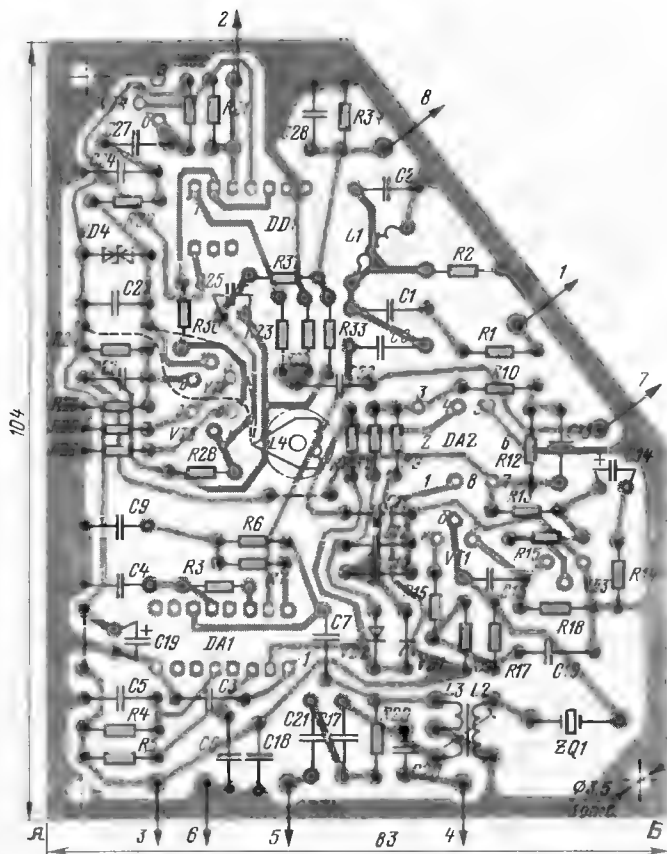
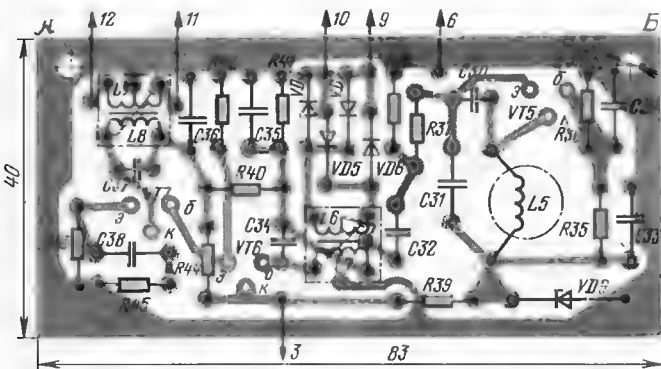

Рис. 3
Рис. 4
**Конструкция и детали.** Функциональный аналог собран на печатной плате, изображенной на рис. 3 и изготовленной из фольгированного стеклотекстолита толщиной 1,5 мм. В аналоге диоды Д18 (VD1, VD2) желательно подобрать с максимальным обратным сопротивлением. Стабилитрон КС162А (VD4) можно заменить двумя встречно-последовательно включенными стабилитронами КС156А или КС147А, а варикапную матрицу КВС111А — последовательно включенными конденсатором (сверху по схеме) емкостью 75 пФ и варикапом Д901Г. Все транзисторы могут быть и с другими буквенными индексами, а микросхема К561ТМ2 (DD1) может быть заменена на К176ТМ2. Резисторы — ОМЛТ, конденсаторы С14, С19, С25 — К50-6 или К50-16, остальные — КТМ, КМ.
Печатная плата дополнительного узла показана на рис. 4. При желании ее можно пристыковать к плате функционального аналога по обрезу АБ, указанному на рис. 3 и 4, и выполнить как единое целое из одной пластины стеклотекстолита толщиной 1,5 мм. В узле диоды Д9Е (VD5—VD8) можно заменить диодами Д18, стабилитрон КС182Ж (VD9) — на Д814А. Резисторы — ОМЛТ, конденсаторы С30, С31 — К71-7; остальные — КМ, КТМ.